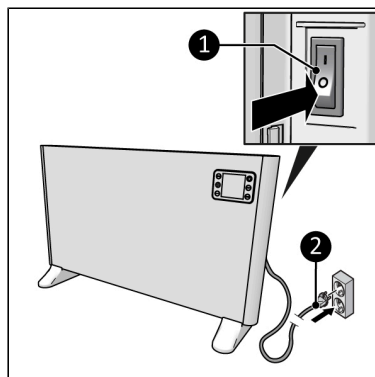

Figure 15.
2. Assurez-vous que le commutateur ON/OFF est en position OFF (Figure 15, pos. 1).
3. Insérez la fiche d'alimentation (Figure 15, pos. 2) dans une prise murale reliée à la terre et facilement accessible. Utilisez une prise murale mise à la terre d'une puissance minimale de 2500 watts.